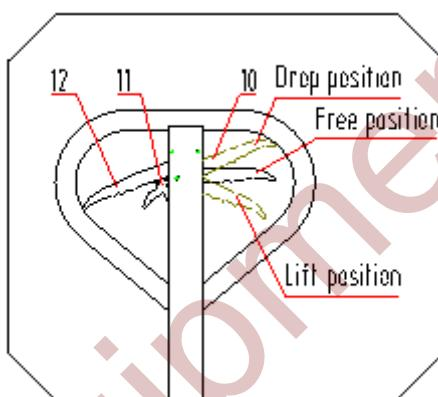

Fig.5
- 4.1 Une fois le chariot assemblé, essayez de faire basculer la poignée et d'actionner le bouton de commande 1 0 dans différentes positions pour examiner le levage, la position libre et la position de descente, et vérifiez si les différentes positions sont normales. Voir fig. 5.
- 5.3 Voir la figure 5. Lorsque la poignée 10 est placée en position de levage, le chariot est en position de levage. À ce moment, il suffit de tourner la poignée pour soulever le chariot.
- 5.4 Voir la figure 5. Lorsque la poignée 10 est en position libre, le chariot se déplace. À ce moment, si vous actionnez la poignée, le chariot ne se soulevera ni ne s'abaissera. Vous pouvez alors l'utiliser pour déplacer la cargaison.
- 5.5 Voir fig. 5, lorsque le bouton manuel 10 est placé sur En position de chute, les fourches du chariot s'abaissent automatiquement.
- 5.6 Voir fig. 5, lorsque le bouton manuel 12 est placé, le chariot sera en état de marche libre.
- 5.7 Voir fig. 5, lorsque le bouton manuel 12 est placé au-dessus, le chariot sera en état de freinage.
- 5.8 Voir fig. 5, le bouton manuel 11 est utilisé pour desserrer le frein.